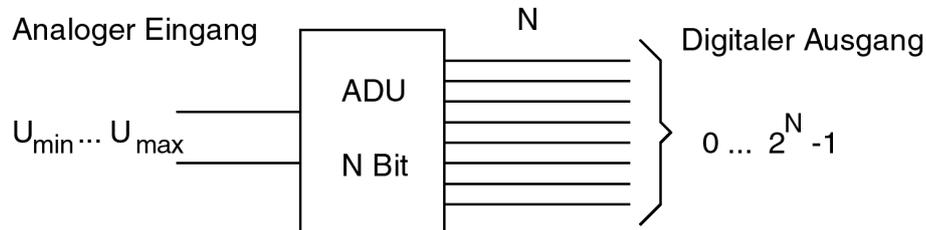

Figure 9.2: Ein Analog-Digital-Umsetzer
- verwandeln ein analoges Signal in einen digitalen Wert: Ein Bitmuster auf  $N$  digitalen Ausgangsleitungen (Abb. 9.2)